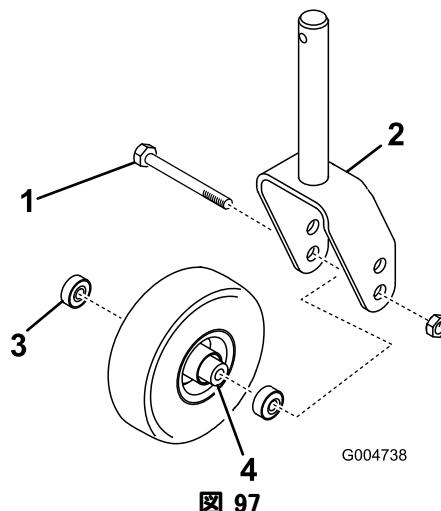

図 97
1. Rキャスタホイールアセンブリをキャスタフォーク((図 97) またはキャスタピボットアームに保持しているボルトからロックナットを外す。キャスタホイールをつかんでおいて、ボルトをフォークまたはピボットアームから抜き取る。
2. ホイールのハブからベアリングを外して、ベアリングスペーサを床に落とす（図 97）。ホイールハブの反対側にあるベアリングを取る。